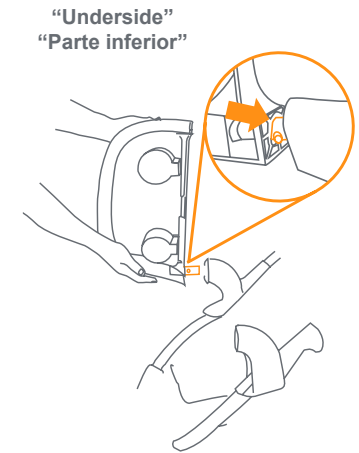
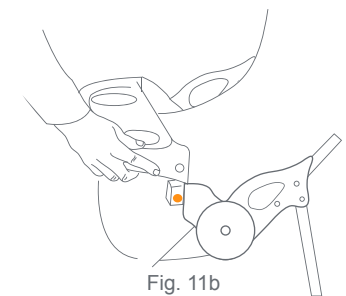

Fig. 11a
Fig. 11b
- 11) • **To attach the child tray:** Push the angled tray onto the post at the end of the right armrest, while pressing downward on the snap button, until locked into place (Fig. 11a). Rotate the tray downward until latched onto the left armrest. Please check that the snap button comes through and securely latches the tray in place (Fig. 11b).
- **Para colocar la bandeja para niños:** Verifique que el gancho de la bandeja se trabe correctamente (Fig. 11a). Empuje la bandeja angulada dentro del poste que está en el extremo del apoyabrazos derecho mientras oprime el botón a presión hasta que se trabe. Gire la bandeja hacia abajo hasta que se sujete bien en el apoyabrazos izquierdo. Por favor, verifique que el botón a presión atraviese por completo y trabe la bandeja de manera segura (Fig. 11b).